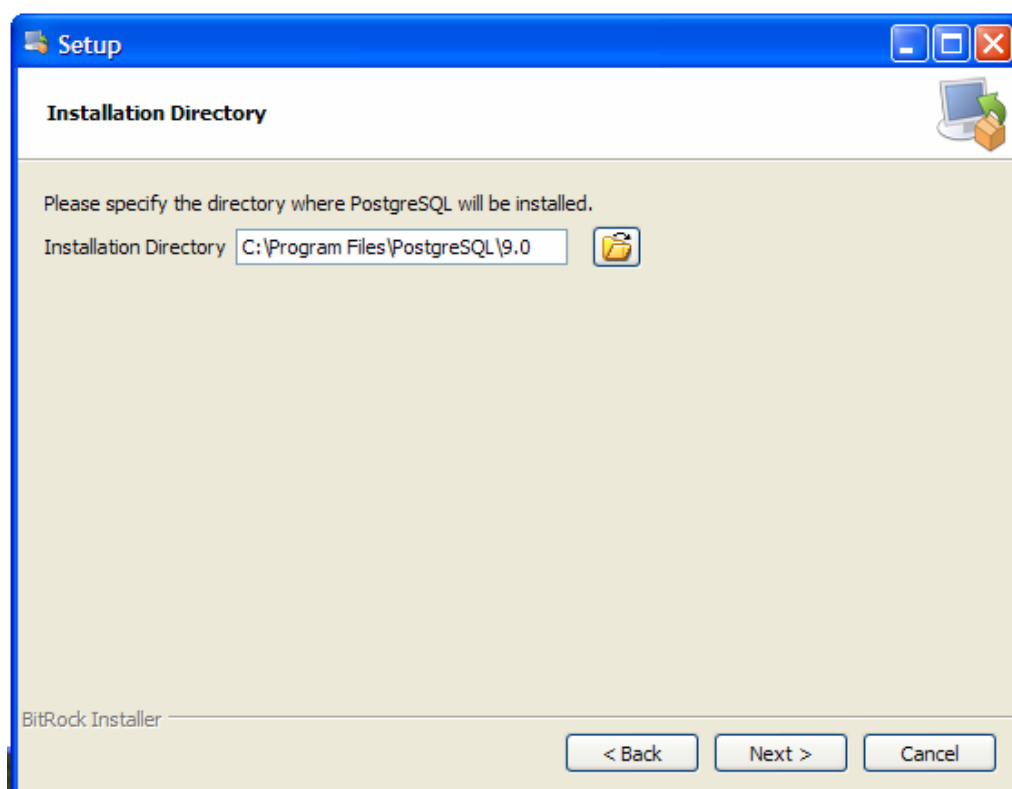

Рис. 14.1
2. В открывшемся окне (рис. 14.1) указать путь для установки базы данных PostgreSQL и нажать «Next >». Если у Вас 64-разрядная система, рекомендуется установить базу в папку «Program Files x86».